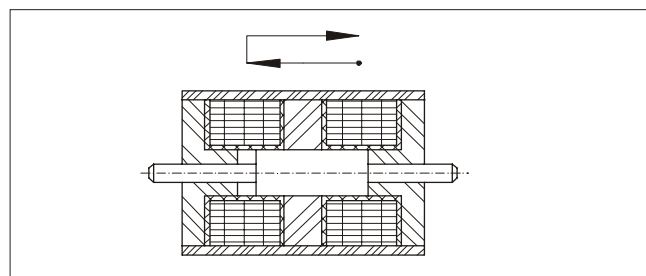

Bild 1.1.5
**Umkehr-Hubmagnete** (ohne Nullstellung) sind Magnete, bei denen die Hubbewegung je nach Erregung der zwei Spulen von einer Hubendlage in die andere oder umgekehrt erfolgt. Dabei ist die Hubanfangslage in der entgegengesetzten Richtung. (Bild 1.1.5)